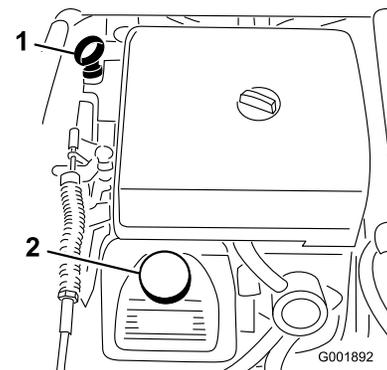

Figura 48
2. Retire la varilla y límpiela con un paño limpio (Figura 48). Introduzca la varilla en el tubo asegurándose de que entre a fondo. Retire la varilla y compruebe el nivel de aceite.
3. Si el nivel de aceite es bajo, retire el tapón de llenado de la cubierta de la válvula (Figura 48) y vierta aceite por el orificio hasta que el nivel de aceite llegue a la
- Agregue lentamente un 80% de la cantidad especificada de aceite por el tubo de llenado (Figura 48).